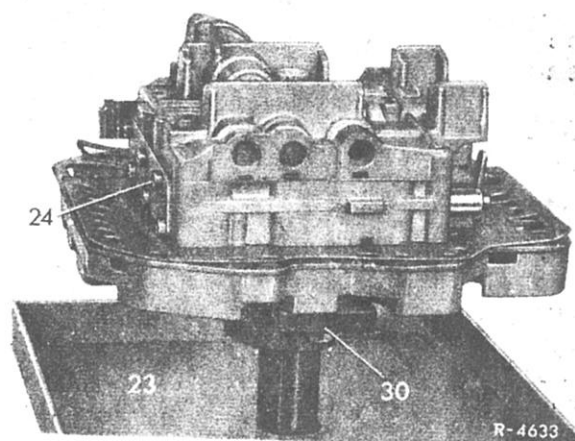

Bild 27-8/2
3 Wenn die Schaltschieber ausgebaut werden sollen, Zylinderschrauben (24) der Verschlußbleche schon jetzt lösen, da dies bei zusammengebautem Schaltschiebergehäuse leichter ist (Bild 27-8/2).